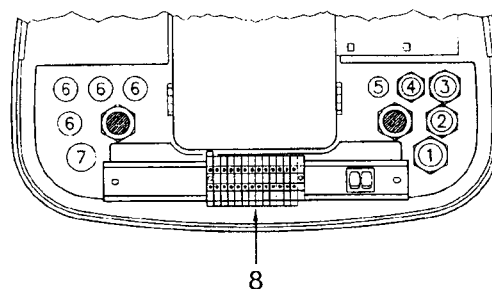

Рис. 14
9. Электрическое соединение (Рис. 14)